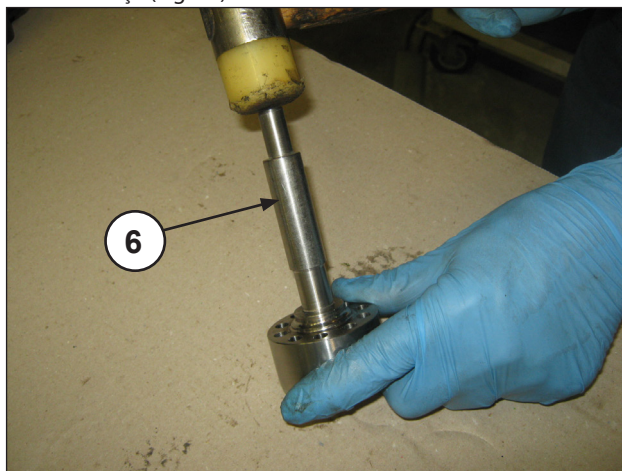
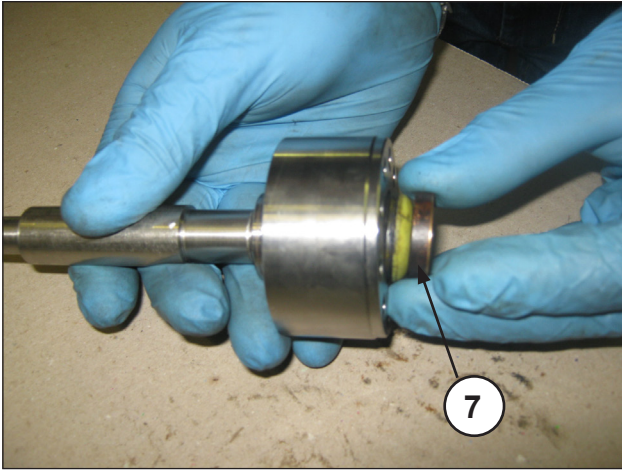

Fig. 36
Fig. 37
- Com o suporte das juntas de vedação HP separado e com um pino adequado (pos. ⑥ Fig. 36) faça sair o pacote da H.P. (alta pressão) (pos. ⑦ Fig. 37), extraia, por fim, o anel da cabeça (Fig. 38).